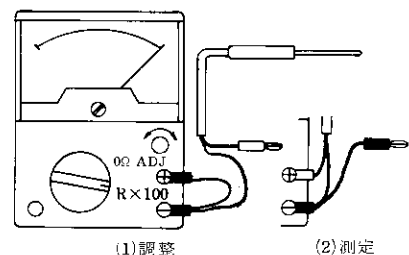

図2-7 温度の測定方法
- 図2-7のように、まず $\oplus$ 、 $\ominus$ 両端子に黒色リードを差込んで抵抗測定の場合と同様に、0 Ω ADJつまみを調整して、 Ω 目盛の0を指示するように合せて下さい。もし調整できない場合は、電池を交換して下さい。